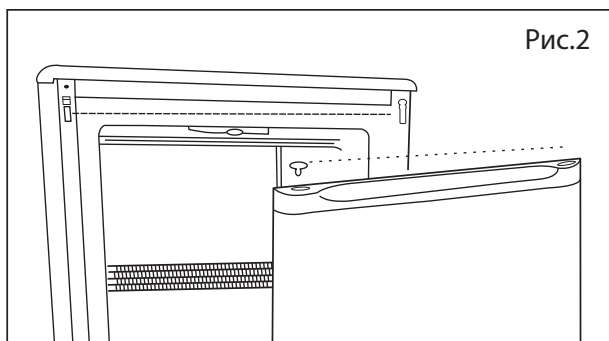

Рис.2
5. С помощью плоской отвертки снимите верхний шарнир. (Рис. 2)